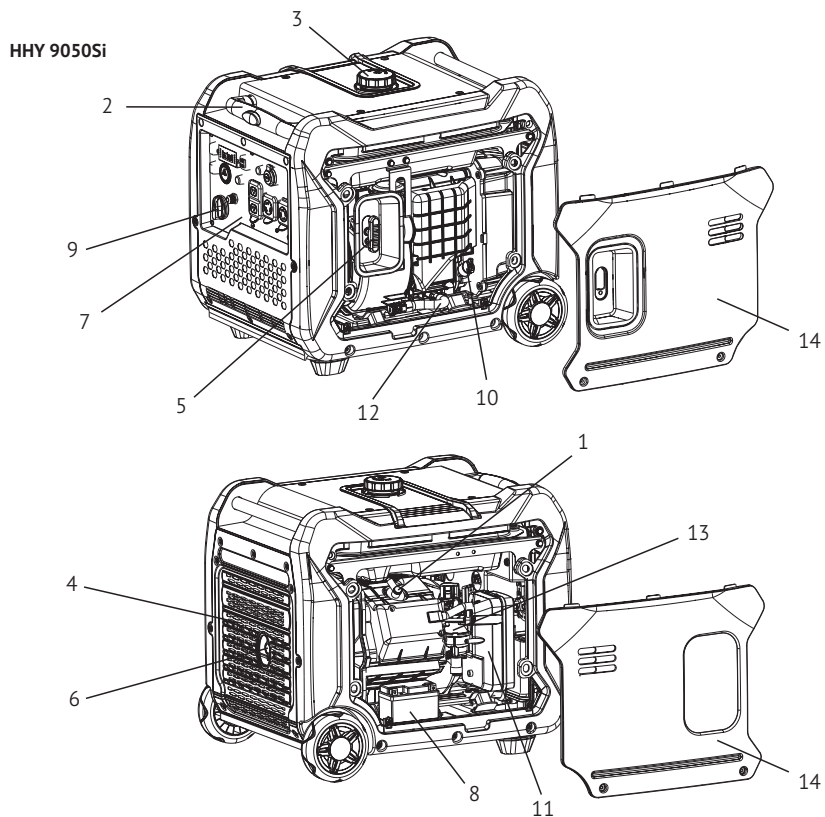

Рис. 1.1
- Снимите крышку корпуса (11) (рис. 1), для моделей ННУ 1050Si, ННУ 2050Si, ННУ 3050Si, для ННУ 9050Si (рис. 1.1), поз. 14.